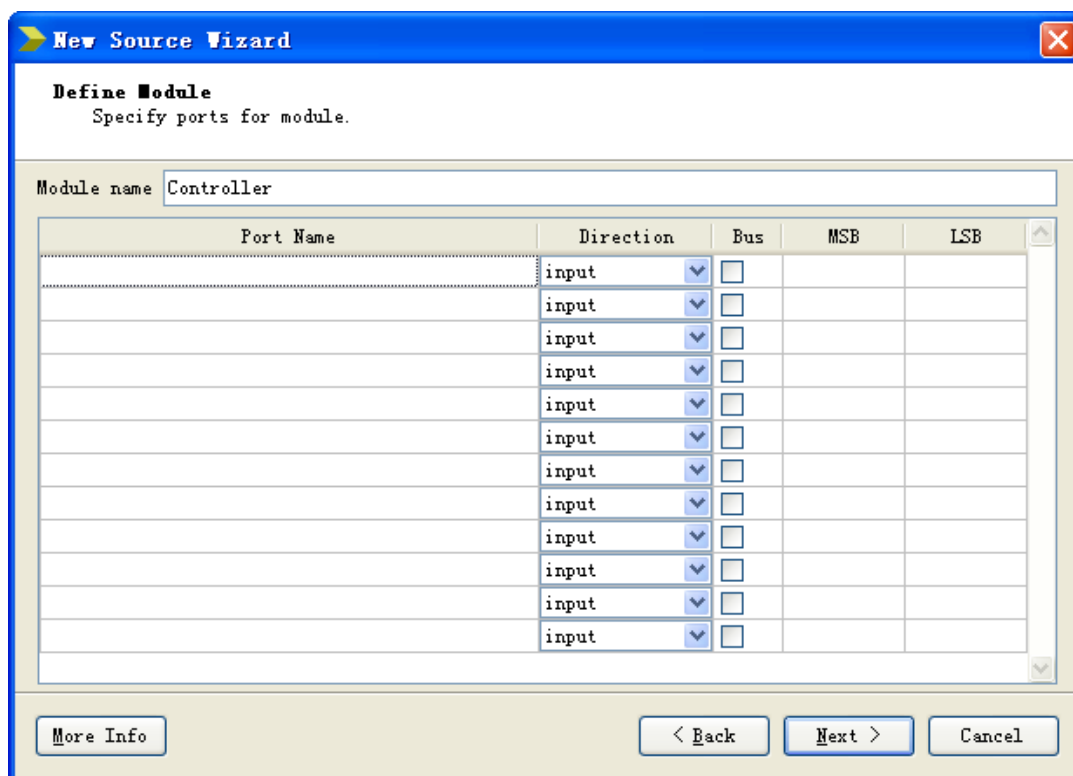

图 6
- ④ 点击 Next;
- 3) 接下来进入端口定义对话框: Define Module, 如图 6 所示。